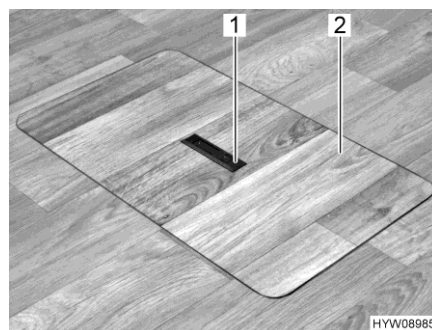
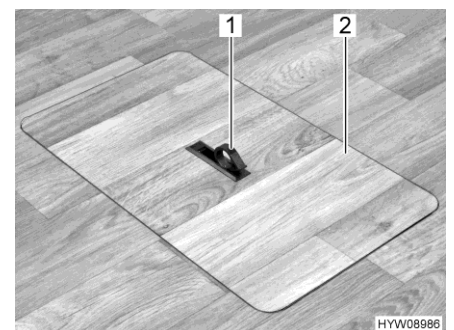

Bild 53 Lock för golvförvaringsfacket (handtag sänkt)
Bild 54 Lock för golvförvaringsfacket (handtag utsvängd)
- Tryck nedåt på ena sidan av gripplattan (Bild 53,1). Handtaget (Bild 54,1) svängs upp.
- Ta bort locket (Bild 54,2) uppåt.
- Sätt locket (Bild 54,2) i ramen i golvet.